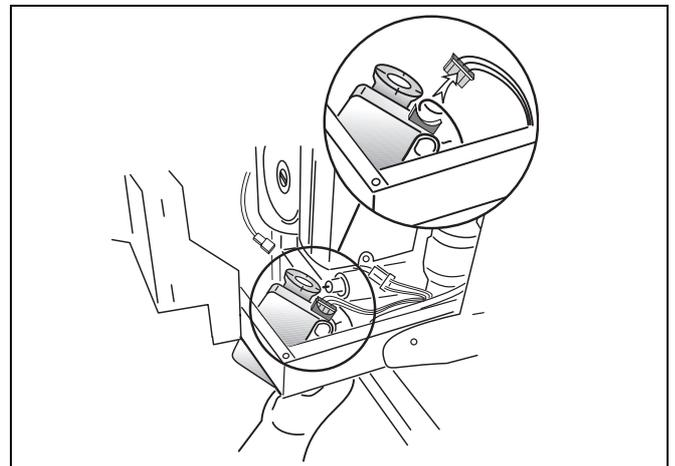

Abb. 13 Steckkontakt abziehen
- Steckkontakt vom Motor abziehen (Abb. 13) und Motor aufbewahren.